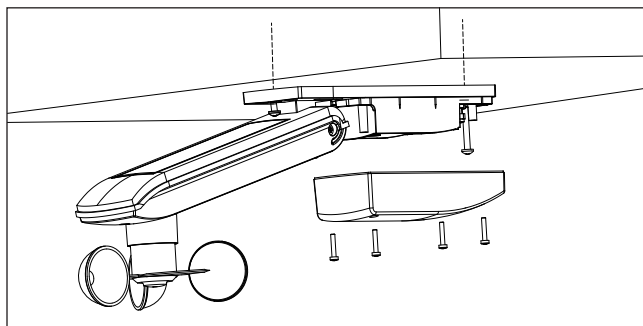

Abb. 6 Deckenmontage
- Befestigen Sie die Wetterstation mit den beiliegenden Schrauben und Dübeln wie abgebildet auf einem geeigneten Untergrund (Abb. 6).